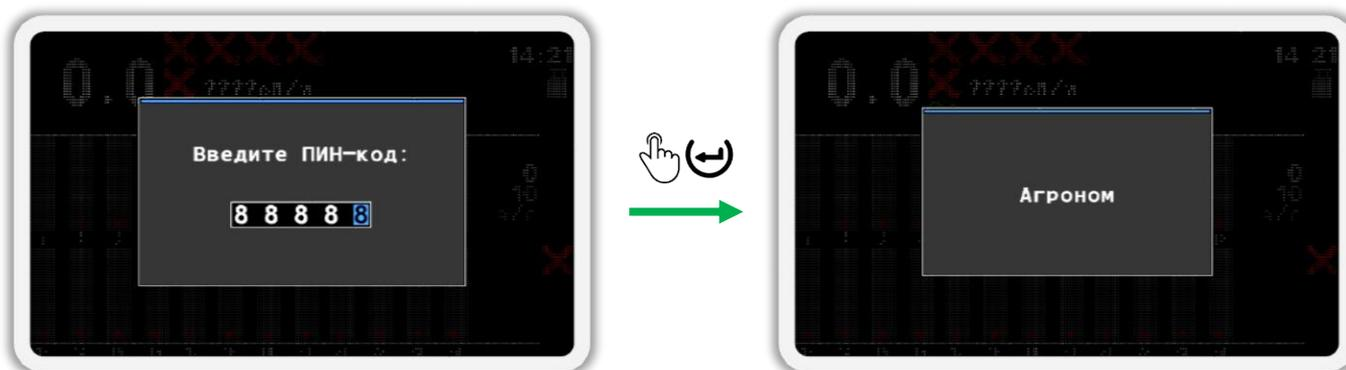

Рисунок 54
9. После того, как вы введете ПИН-код, нажмите кнопку  «Меню». Если код введен правильно, то вы увидите сообщение с надписью «Агроном» (см. Рисунок 54). После этого вы будете автоматически возвращены в меню «Настройки».